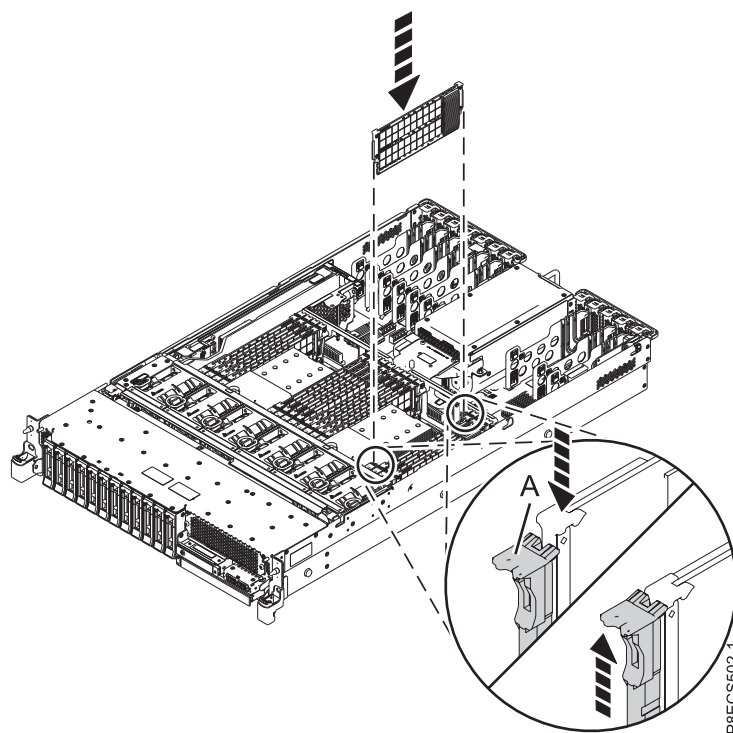

図 3. 5148-21L、5148-22L、 8247-21L、8247-22L、8284-21A、または 8284-22A システムでのメモリー・モジュールの取り付けまたは取り替え
5. 固定タブ (A) が所定の場所に収まるまで、メモリー・モジュールをスロットにしっかりと押し込みます。7 ページの図 3を参照してください。